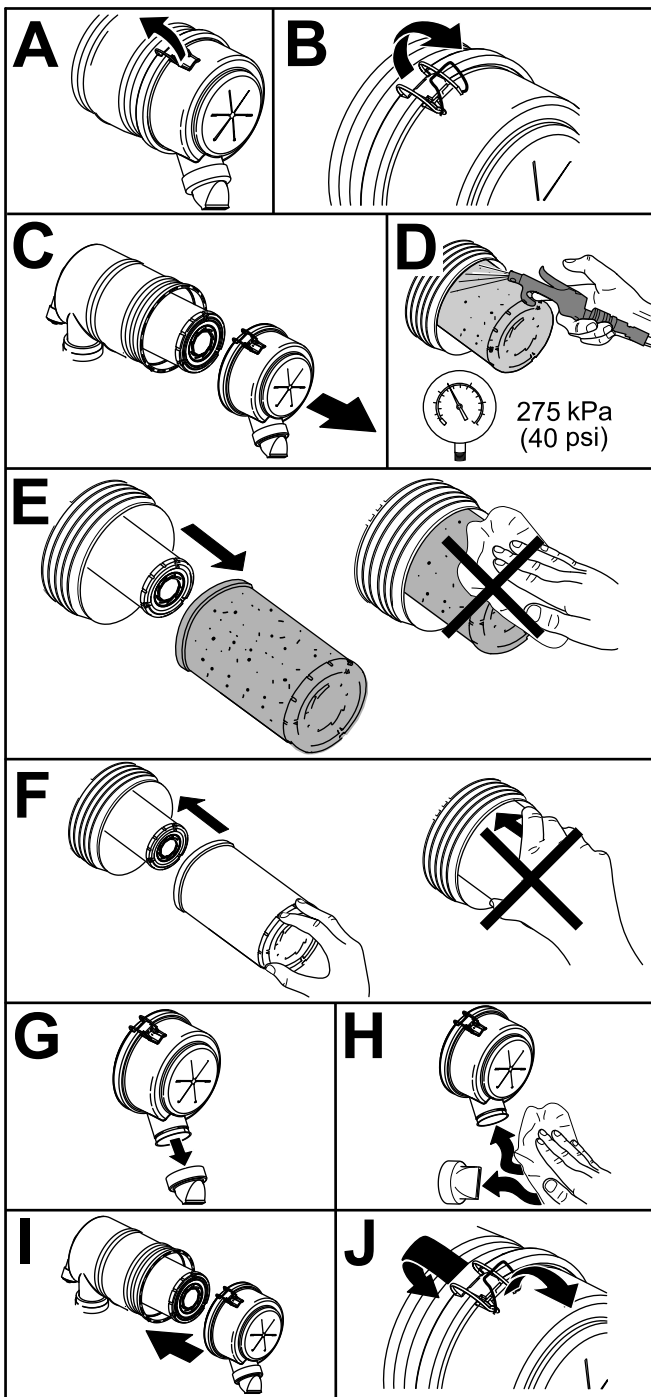

Figure 54
1. Remplacez l'élément filtrant (Figure 54).